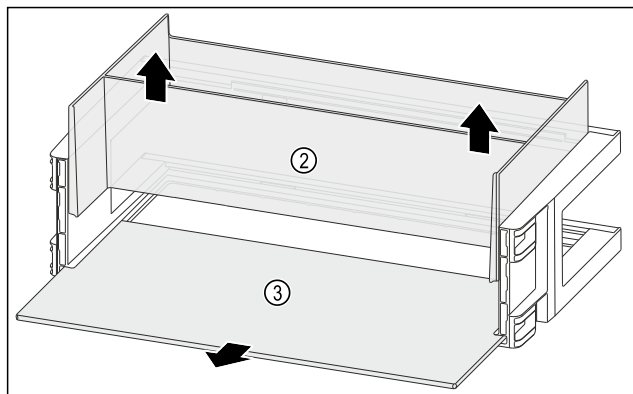

Fig. 123
- Wyjąć organizmer Fig. 123 (2) do góry.
- Wyjąć półkę Fig. 123 (3).